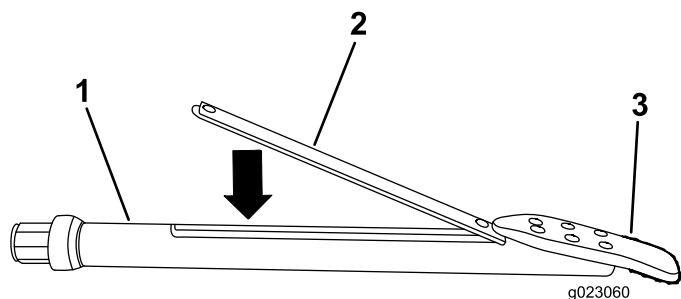

Figura 76
- Introduzca la sonda transmisora en el portasonda con el extremo delantero hacia la broca (Figura 76).